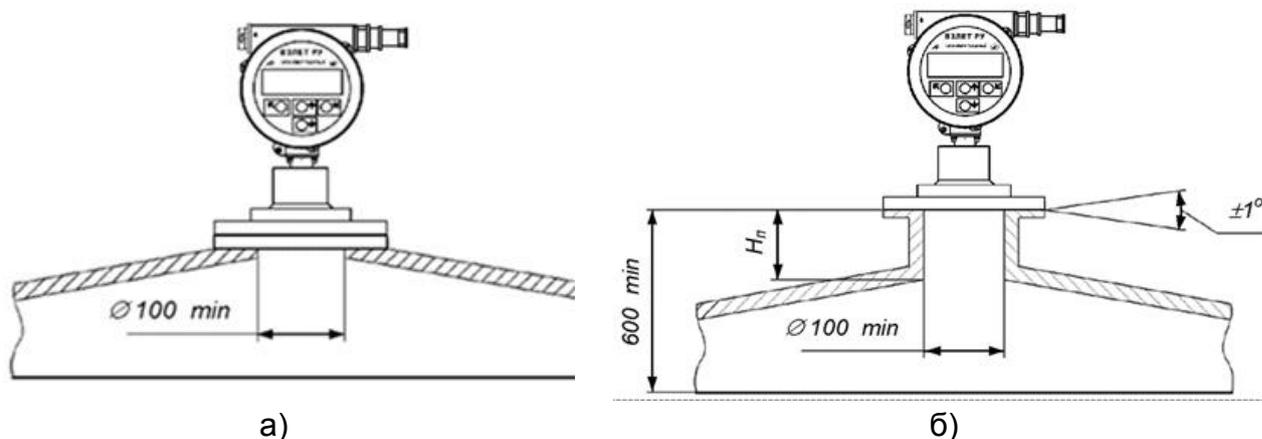

Рис.10. Рекомендуемые варианты монтажа уровнемера.
4.1. На рис.10.а и 10.б показаны примеры монтажа прибора, выполненного в соответствии с требованиями настоящей инструкции.
На рис.10.а показан монтаж прибора на фланец резервуара без использования патрубков и вариант 10.б с использованием установочного патрубка.